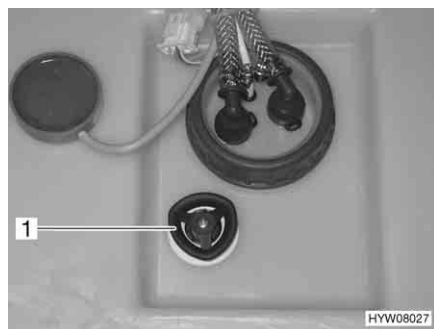

Fig. 151 Serbatoio dell'acqua con maniglia girevole
- Sul serbatoio dell'acqua ruotare la maniglia girevole (Fig. 151,1) in senso antiorario, oltre la resistenza verso l'esterno fino all'arresto, per aprire completamente l'apertura di scarico.